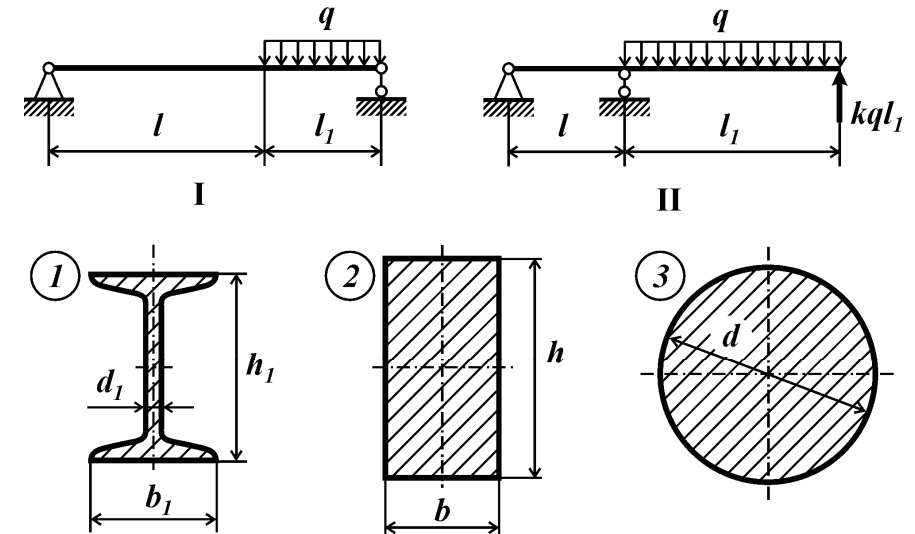

Рис. 26
Для стальной балки (рис. 26) требуется:
- 1) подобрать из расчета на прочность по наибольшим напряжениям размеры сечений трех типов (см. рис. 26):